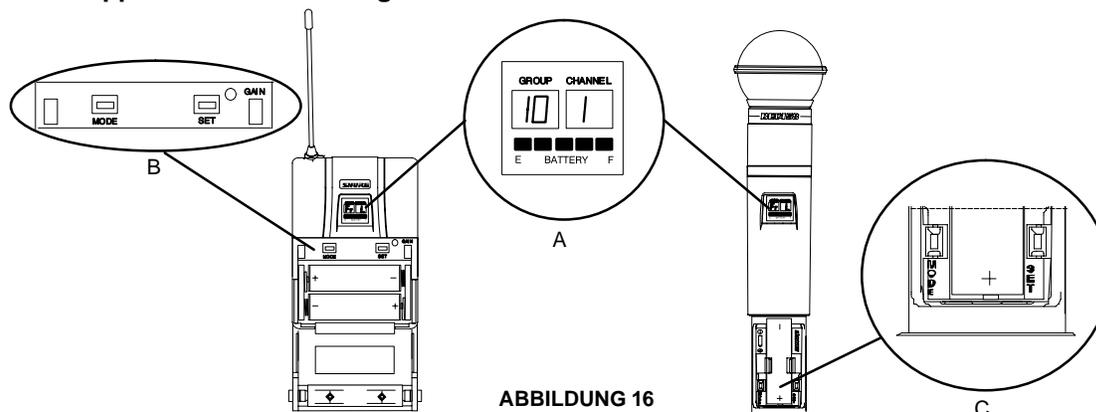

ABBILDUNG 16
- Das Batteriefach öffnen. Dadurch werden die Knöpfe MODE (Modus, links) und SET (Einstellen, rechts) sowie der Regler GAIN (Verstärkung) freigelegt (siehe Abb. 16 B und 16C).